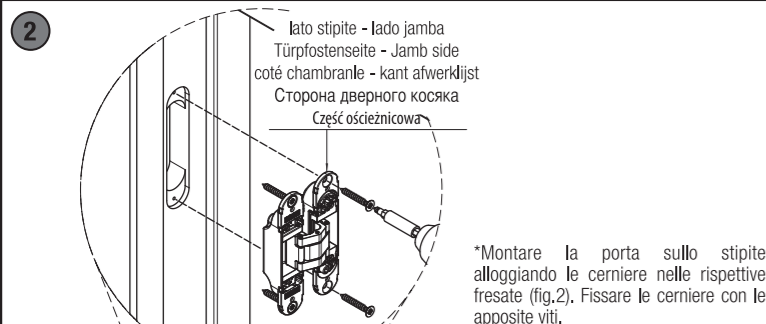

FIG.2
*Montare la porta sullo stipite alloggiando le cerniere nelle rispettive fresate (fig.2). Fissare le cerniere con le apposite viti.
*Instalar la puerta en el marco, alojando las bisagras en los correspondientes mecanizados (fig.2). Fijar las bisagras con los tornillos.
*Das Türblatt an der Zarge anbringen und die Türbänder in die jeweiligen Fräsungen einsetzen (Abb. 2). Die Türbänder mit den dafür vorgesehenen Schrauben befestigen.
*Monteer het deurblad in de omkasting door de scharnieren in de passende uitfrezingen te plaatsen. (fig.2) bevestig de scharnieren met de gepaste schroeven.
*Установить дверь на дверной коробке, поместив петли в соответствующие пазы (рис.2). Зафиксировать петли предназначенными шурупами.
*Dopasuj skrzydło do ościeżnicy i umieść zawiasy w gniazdach ościeżnicowych (rys.2). Przykręć je odpowiednimi wkrętami.